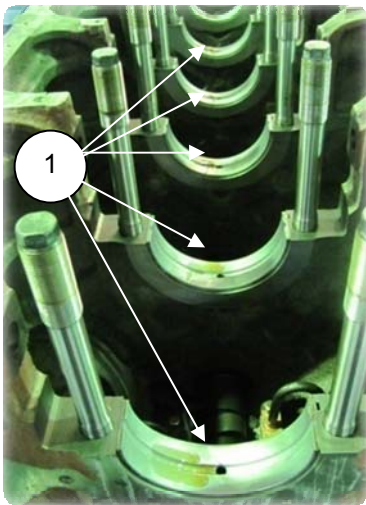

Рис. 6.12
2. Установить вкладыши подшипника коленчатого вала верхние (1) (840.1005170) в блок, совместив замок вкладыша с пазом постели (рис. 6.12).